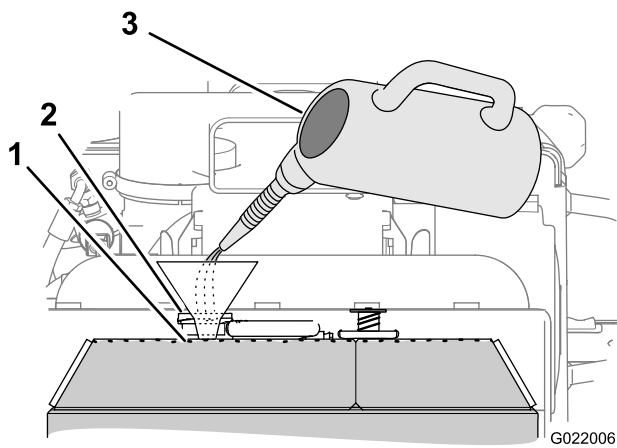

Figura 82
3. Rifornite il radiatore con la miscela di refrigerante specificata fino a portarne il livello in cima al collo del bocchettone di riempimento (Figura 82).